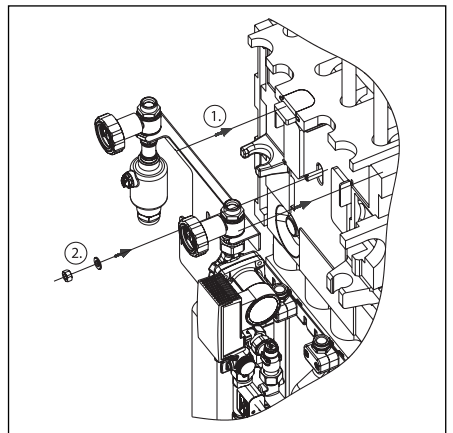

Fig. 17 Montage du groupe solaire
- Accrocher le groupe solaire au support de fixation (fig. 17 point 1) et le fixer à l'aide d'une rondelle et d'un contre-écrou (point 2).